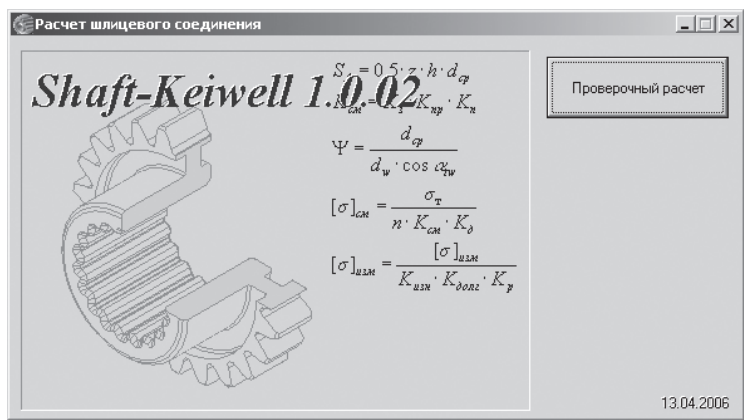

Рис. 3.30. Начальное окно системы **Расчет шлицевого соединения**
- щелкните в диалоговом окне **Шлицы прямобочные** по кнопке  – **Расчет шлицевого соединения**. Появится начальное окно системы **Расчет шлицевого соединения**, см. рис. 3.30;